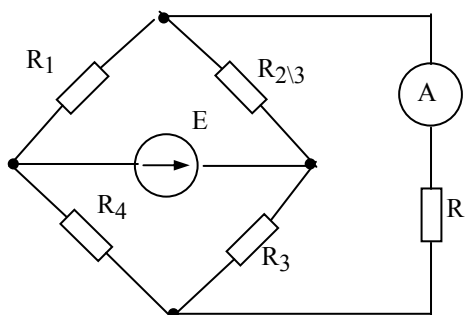

Рис. 1.4.12
1.4.12. Методом эквивалентного генератора определить показание амперметра  $A$  (рисунок 1.4.12), если  $E=10$  В,  $R_1=6$  Ом,  $R_2=4$  Ом,  $R_3=8$  Ом,  $R_4=2$  Ом,  $R=4$  Ом.